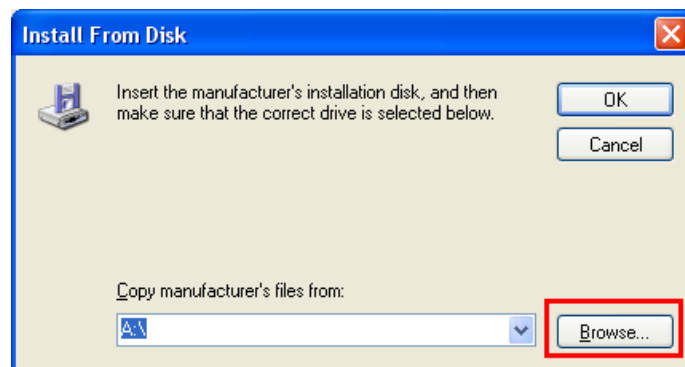

Рис. 1-11 Выбор целевого файла драйвера
5) Подождите несколько секунд, и появится диалоговое окно «Установить с диска», см. рис. 1-11.